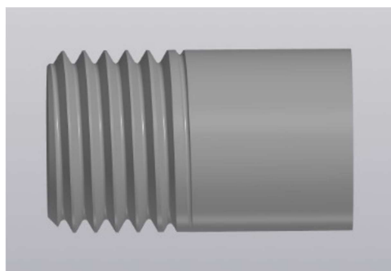

Рисунок 4. Наружная метрическая резьба
3. После завершения изменений подтверждаем создание резьбы, получая на поверхности ее реалистичное изображение (рисунок 4).